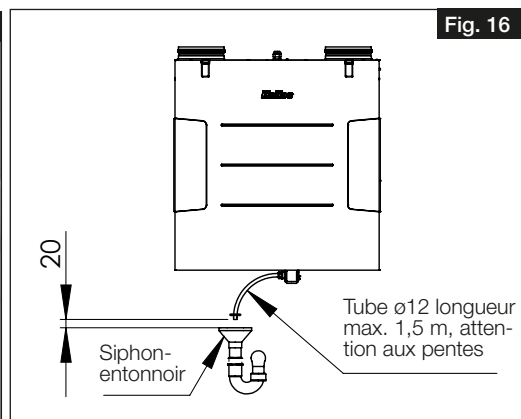

Fig. 16
- > Le tube des condensats doit s'arrêter 20 mm au-dessus de l'évacuation ouverte, c'est-à-dire avant le possible niveau d'eau (voir Fig. 16).
- > Le tube des condensats sortant du siphon à boule doit respecter une pente (vers un point bas et non pas vers un point haut) avant de déverser l'eau dans un siphon ouvert de type entonnoir. Il ne doit pas être relié via un système fermé (voir Fig. 16).